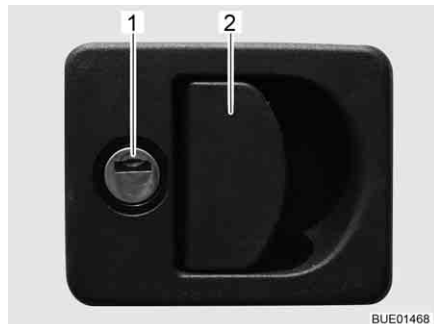

Fig. 48 Serrure du portillon avec poignée
- Insérer la clé dans le barillet (Fig. 48,1) et la tourner d'un quart de tour. La serrure du portillon est déverrouillée.
- Tirer sur la poignée de la serrure (Fig. 48,2). Le portillon extérieur est ouvert.